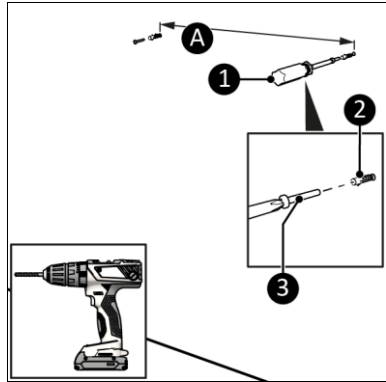

Abbildung 9
8. Bohren Sie zwei Löcher mit einem Abstand von ca. 160 mm zwischen den Löchern (Abbildung 9, Pos. A). Und mit einem Mindestabstand vom Boden von:
9. Platzieren Sie die Wanddübel (Abbildung 9, Pos. 2).
10. Schrauben Sie zwei große Schrauben (Abbildung 9, Pos. 3) mit einem Phillips Kreuzschlitzschraubendreher (Abbildung 9, Pos. 1) in die Wand. Lassen Sie die Schrauben einige Millimeter aus der Wand herausragen.